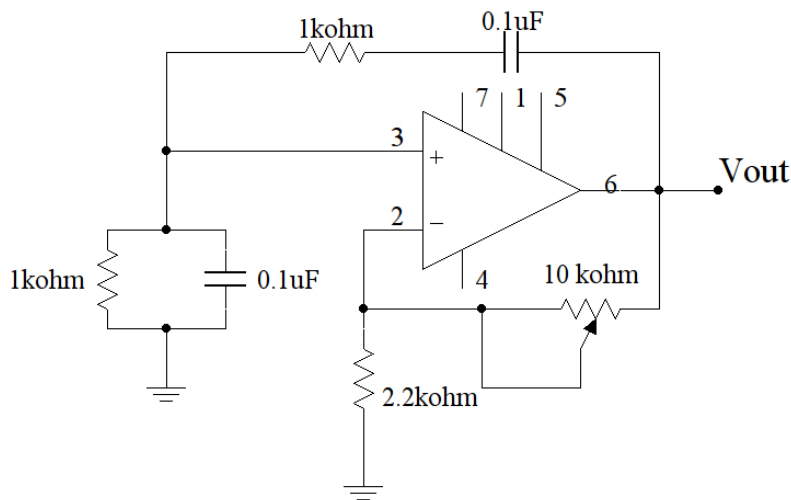

Figura 5: Oscilador en puente de Wien.
- Armar el oscilador en puente de Wien de la Figura 5 alimentando el operacional con tensiones de ± 12 V.